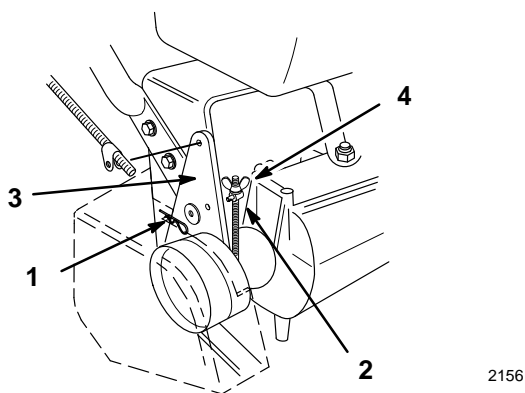

Figure 27
3. Retirer les 3 boulons du carter de courroie (Fig. 27).
4. Pour régler le frein, retirer la goupille épingle et la rondelle du levier de frein (Fig. 27).
5. Faire tourner le tourillon de sorte qu'il s'insère facilement dans le levier de frein (Fig. 27). Resserrer l'écrou papillon.
6. Fixer le tourillon au levier de frein à l'aide de la rondelle et de la goupille épingle (Fig. 27). Remonter le carter de courroie.